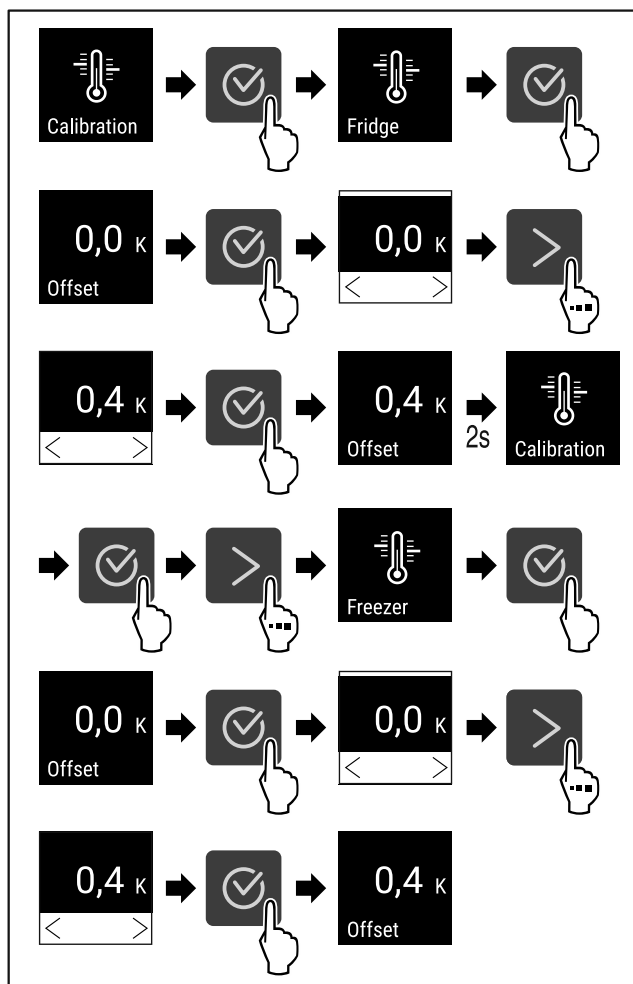

Fig. 124
- Stappen (zie Fig. 124) uitvoeren.